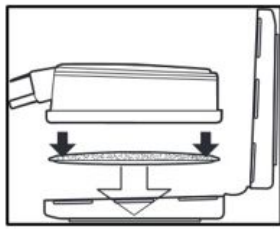

Fig.5
1. Oriente um filtro na metade maior do retentor do filtro para que o formato do filtro fique alinhado ao formato do retentor do filtro. Certifique-se de que o lado impresso do filtro fique voltado para baixo (Fig. 5). Observação: a metade maior do retentor do filtro NÃO tem a extremidade recortada, enquanto a metade menor tem uma extremidade recortada para se encaixar na conexão do cartucho.